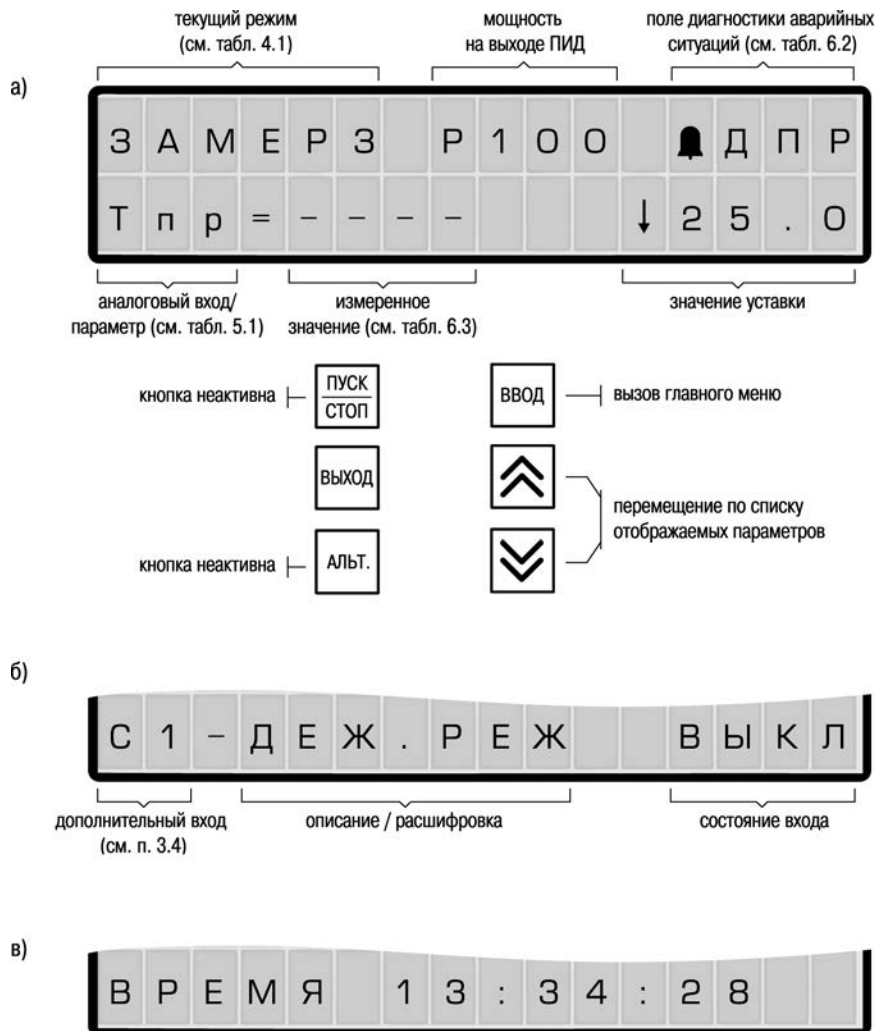

Рисунок 6.1
6.3.1 При возникновении нештатной ситуации, вызванной ошибкой измерения или изменением состояния дополнительных входов, на индикаторе в верхнем правом углу появляется сообщение с символом  (рисунок 6.1, а).
На индикаторе в поле диагностики аварийных ситуаций (рисунок 6.1) сохраняется и не
6.3.2 При работе прибора непрерывно производится диагностика состояния измерительных входов, предотвращающих возникновение различных нештатных ситуаций, связанных с неисправностью датчиков. При возникновении подобной ситуации код ошибки выводится на индикатор в соответствующем поле сообщений (рисунок 6.1, а). Коды ошибок измерения приведены в таблице 6.3.
При восстановлении работоспособности неисправных датчиков аварийный сигнал в верхнем правом углу (рисунок 6.1, а) сохраняется. Для сброса аварийного сигнала необходимо
6.3.4 Отображаемое обозначение (см. рисунок 6.1) функционального назначения дополнительного дискретного входа (см. п. 3.4) приведено в таблице 6.4.